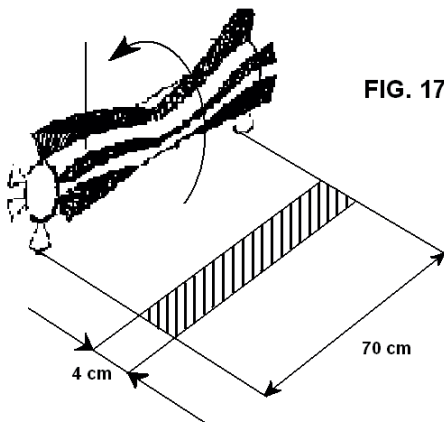

FIG. 17
- Den Motor abstellen und die Maschine per Hand vorwärts schieben, bis auf dem Boden die Spur zu sehen ist, die die Hauptbürste während der Drehung hinterlassen hat (s. **Abb. 17**).
- 4 - Die Hauptkehrbürste **Detail 113 Zchg. 1** abstreifen und durch eine neue austauschen; darauf achten, dass die Bürstenhaare wie in **Abb. 17** gezeigt ausgerichtet sind. Die beiden Mitnahmekerben der beiden Bürstenhalterungen **Teil 128 und 64 (siehe auch Zchg. Nr. 1)** müssen in den Sitzen der Hauptkehrbürste **Teil 113 Zchg. 1** einrasten.